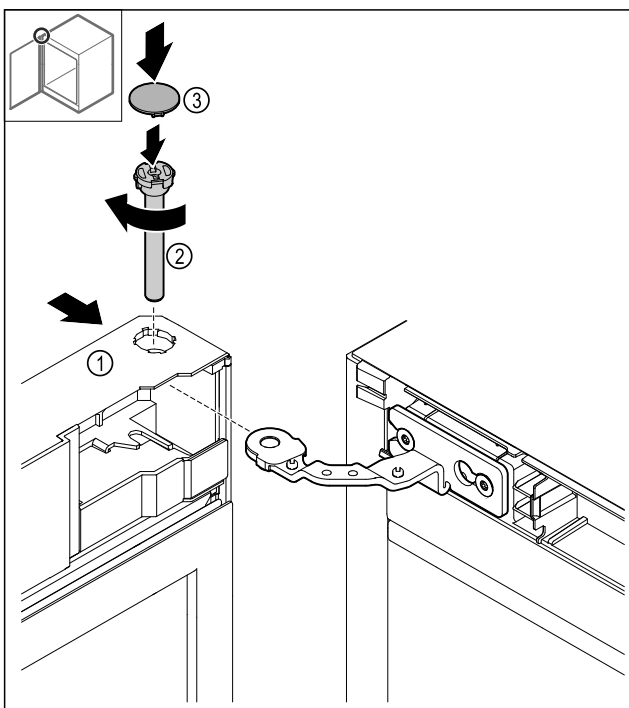

Fig. 47
- ▶ Pomaknite vrata Fig. 47 (1) gore do šarke.
- ▶ Umetnite svornjake Fig. 47 (2) i pritegnite ih nadesno.
- ▶ Postavite poklopac Fig. 47 (4).